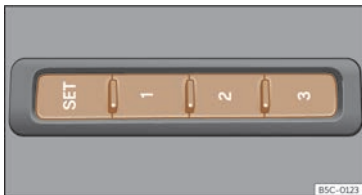

Fig. 74 No lado exterior do asento do condutor: teclas de memoria.
- Prema a tecla **SET** por máis de 1 segundo >>> **fig. 74**.